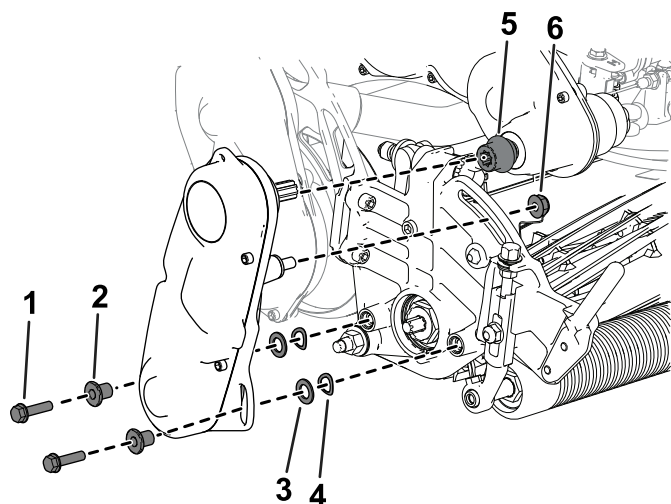

Рисунок 48
3. Снимите узел привода барабана в сборе с режущего блока (Рисунок 48) и сохраните крепеж.